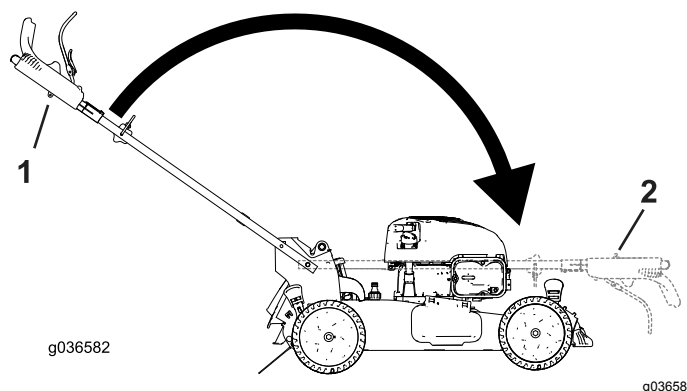

Figura 27
2. Piegate la stegola, ruotandola in avanti (Figura 27).